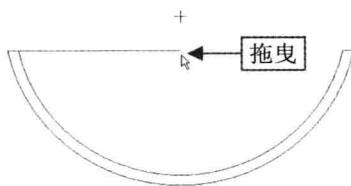

图 2-18 拖曳鼠标
Step 03 在绘图区左上方合适的位置处单击鼠标左键,确定起始点,向右拖曳鼠标,如图 2-18 所示。